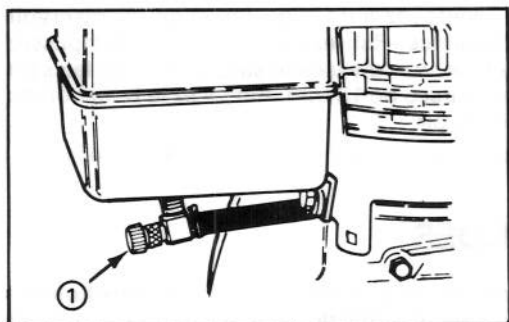

Figure 11
**Valve d'arrêt de carburant** (fig. 11)—Celle-ci se trouve sous le réservoir de carburant. Fermez la valve pour arrêter l'arrivée de carburant du réservoir dans le carburateur et ouvrez-la pour l'effet inverse. Fermez cette valve lorsque la déneigeuse n'est pas en service.